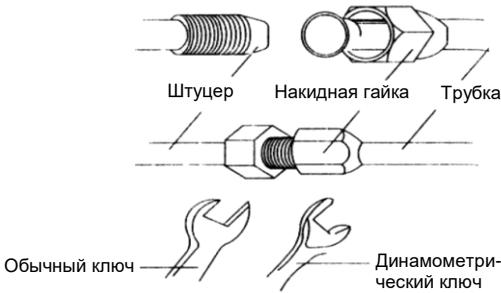

Рис. 18
- b. Затем затягивайте гайку динамометрическим ключом до тех пор, пока ключ не начнет проскакивать (см. рис. 18).